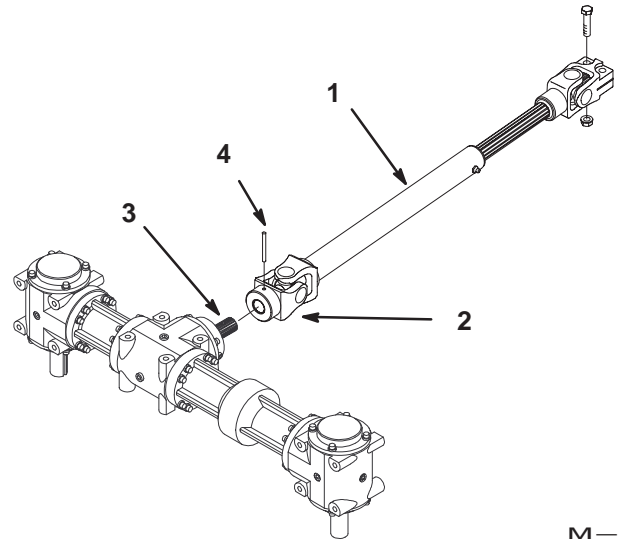

**Bild 34**
7. Bringen Sie die Bundschrauben (3/8 x 7/8" (23 mm)) und Sicherungsmuttern (3/8") an, mit denen die Federendplattengruppen am Chassis befestigt werden (Bild 34).